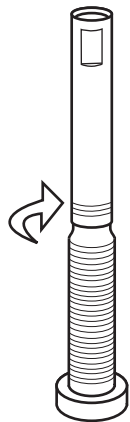

図 49. 中継ぎ式エクステンダーをバルブステムにねじ込む。
3. 中継ぎ式エクステンダーをバルブステムに時計回りにねじ込みます(図 49)。